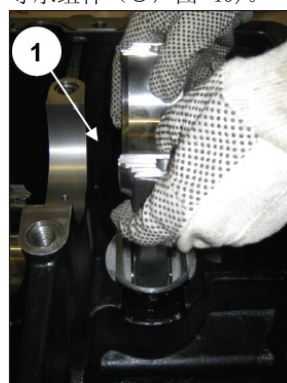
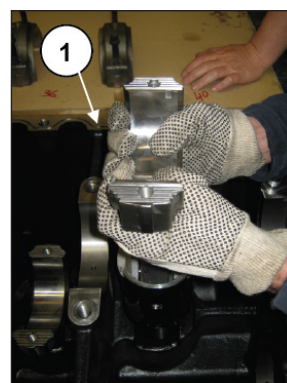

图 39
图 40
继续把连杆从气缸上拧松 (①, 图 39), 然后去除连杆-柱塞导承组件 (①, 图 40)。